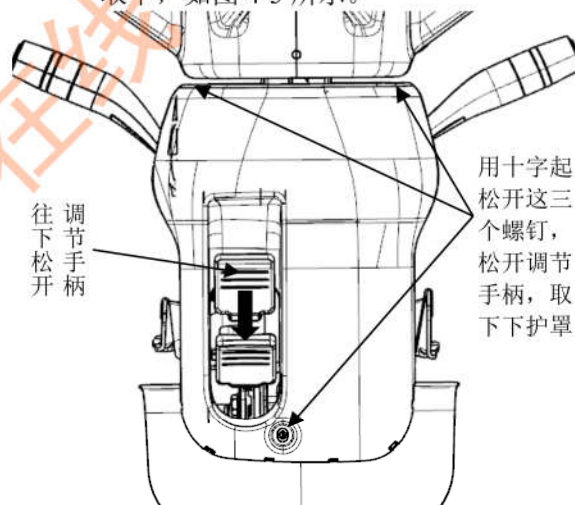

图 4-5
① 脱开上下护罩的卡扣，取下上护罩。
② 用十字起松开下护罩的三个安装螺钉，松开转向管柱角度调节手柄，将下护罩取下，如图 4-5 所示。